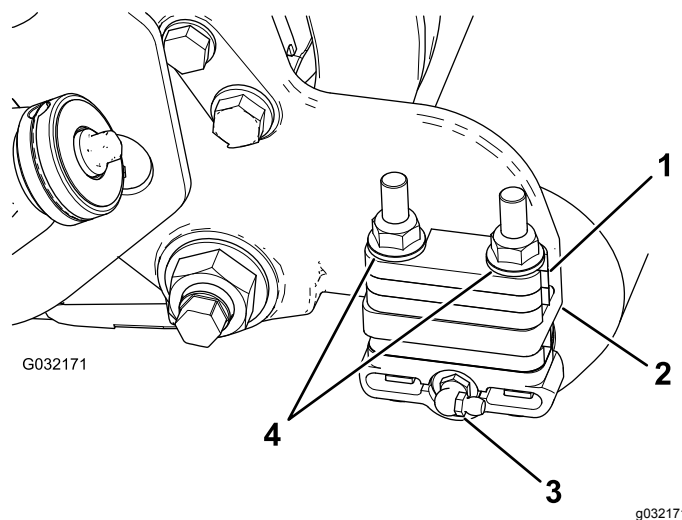

Figura 3
2. Retire o bocal de lubrificação do rolo de cada lado da unidade de corte que possui a caixa da escova do cilindro (Figura 3).
6 mm colocado no lado superior da flange da placa de montagem lateral (Figura 3).